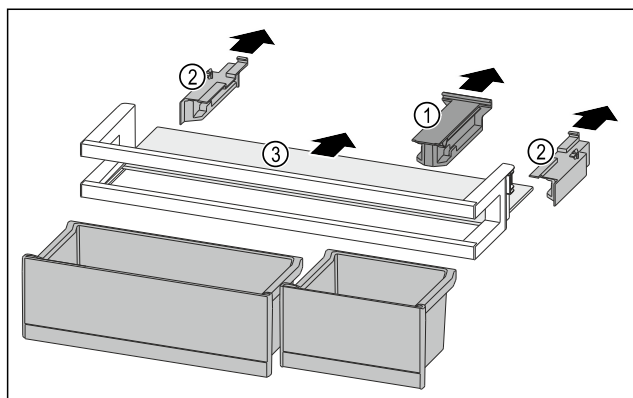

Fig. 172
- ▶ 拉出定位件 Fig. 172 (1)。
- ▶ 拉出侧面部分 Fig. 172 (2)。
- ▶ 取出搁板 Fig. 172 (3)。